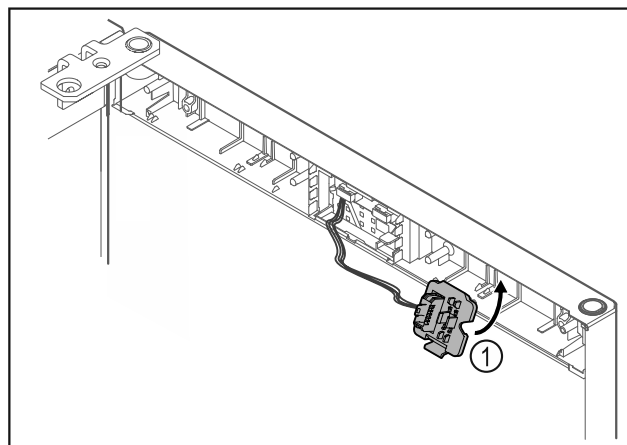

Fig. 25
- Mbërtheni mbajtësen e spinës Fig. 25 (1) në anën tjetër.